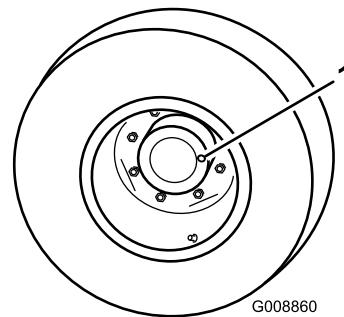

Figura 13
1. Con la macchina parcheggiata su una superficie pianeggiante, posizionate la ruota in modo che il tappo di controllo/riempimento (Figura 13) si trovi nella posizione ore tre o nove.